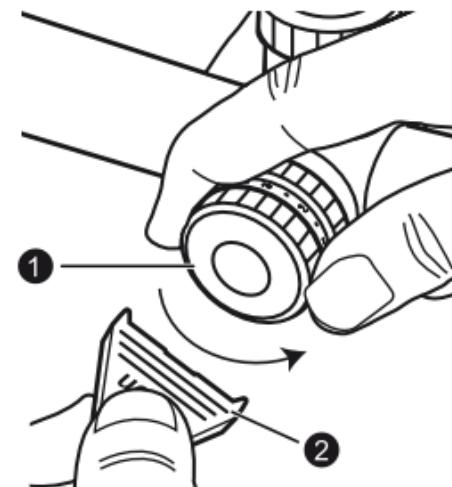

Рис. 3-1
- ① Крепко удерживая диск интенсивности реостата, поверните крышку батарейного отсека ① против часовой стрелки с помощью открывающего устройства для крышки батарейного отсека ② (Рис. 3-1).